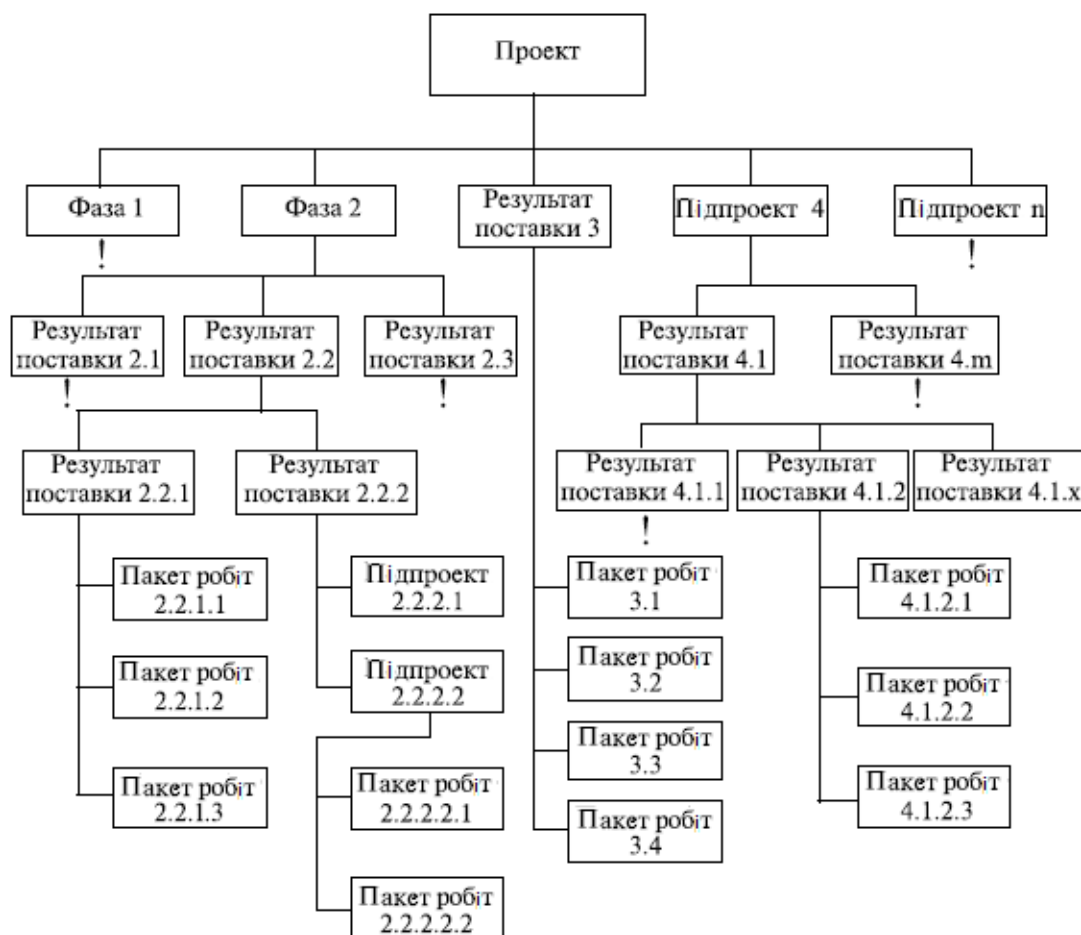
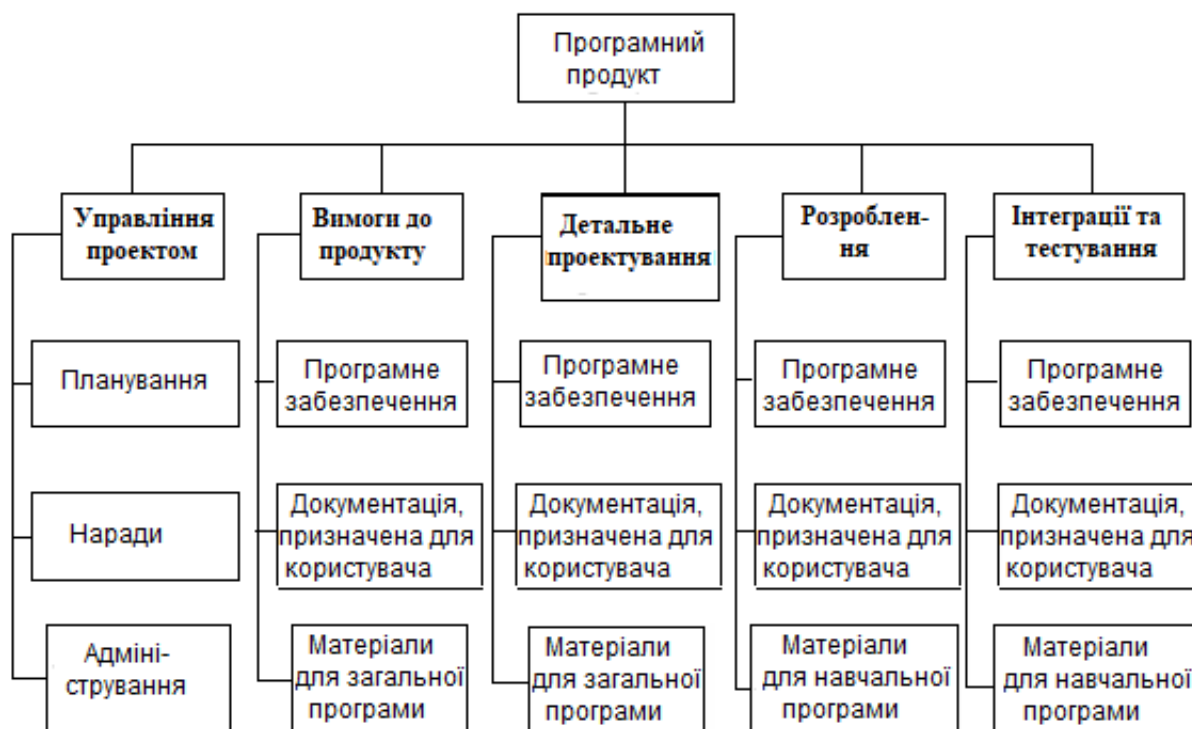

Рис. 2.12. Шаблон ієрархічної структури робіт з декількома відгалуженнями, розбитими до рівня пакетів робіт
Рис. 2.13. Приклад ICP, організованої за фазами
керовані елементи. В ІСР включаються роботи, зазначені в поточному схваленому описі змісту проекту. У процесі створення ІСР структурується і визначається зміст всього проекту. Для розробки ІСР PMBOK рекомендує використовувати шаблони ІСР, декомпозицію, системний підхід до складання ІСР. На рис. 2.12 показана частина шаблону ІСР з декількома розгалуженнями, розбитими до рівня пакетів робіт.
2. Структурування та організація ICP – метод аналізу, який використовує шаблони ICP, структурує результати постачання та відповідні проектні роботи, подає їх у вигляді ICP. ICP попереднього проекту може служити шаблоном для нового проекту. Залежно від вибраного шаблону в результаті може вийти кілька різних видів структури. У шаблонах в якості першого рівня декомпозиції можуть бути використані підпроекти та основні результати постачання (рис. 2.12) або фази життєвого циклу проекту (рис. 2.13).